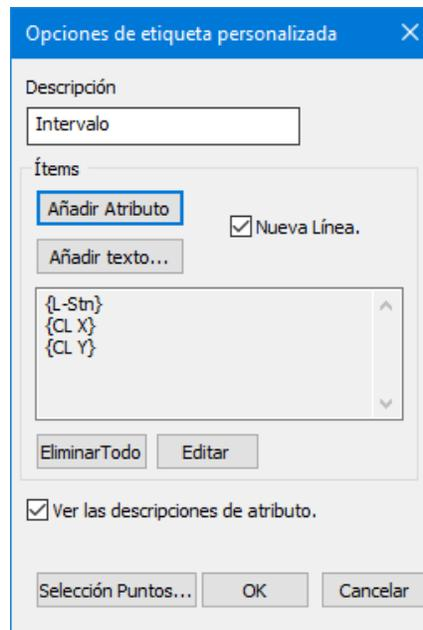

Figura 25-12: Opciones de Etiqueta Personalizada
7. Presione *OK* para retornar al cuadro de *Opciones de etiqueta personalizada* (con la lista de ítems actualizada, Figura 25-12).